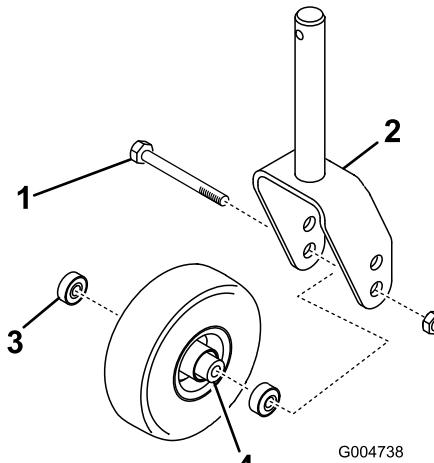

Figura 30
- Rolamento (2)
- Retire o rolamento do cubo da roda e deixe cair o espaçador do rolamento para fora (Figura 30). Retire o rolamento do lado oposto ao do cubo da roda.